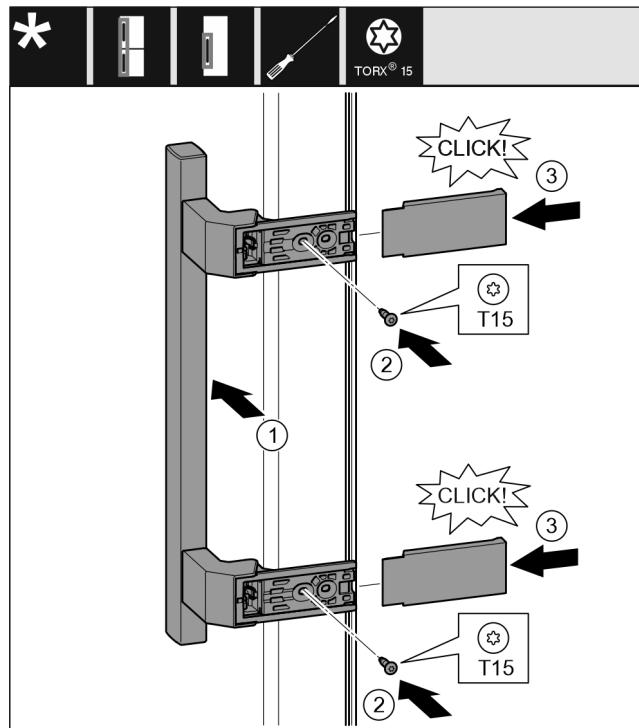

Fig. 19
- Поставете дръжката от другата страна. Fig. 19 (1)
- С отвертка T15 затегнете винтовете. Fig. 19 (2)
- Поставете отстрани капациите и ги нахлузете. Fig. 19 (3)